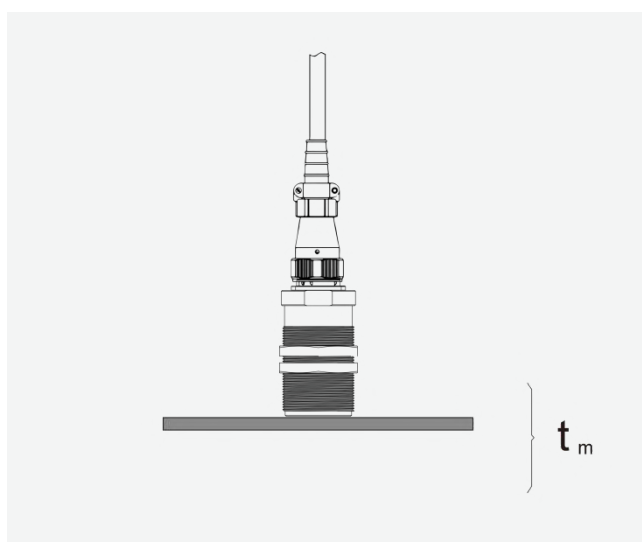

图 2-13: 一个传感器测量时间示意图
**一个传感器测量时间:** 指仅启用单一传感器时, 从主机收到测量信号起, 至主机输出测量结果的时间间隔 (如图 2-13)。